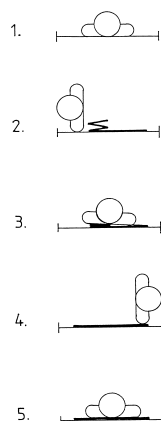

Abb. 7
- Dann Gurtlaschen von außen nach innen unter die Oberschenkel legen; dazu können die Beine leicht angewinkelt werden (**Abb. 7, 8**).